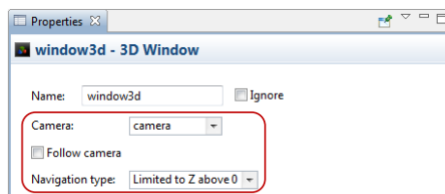

Рисунок 12.2 – Список типів навігації
4. Запобігти зйомці камерою зображення з-під підлоги, вибравши опцію «Обмежено Z вище 0» зі списку «Тип навігації» (рис. 12.2).